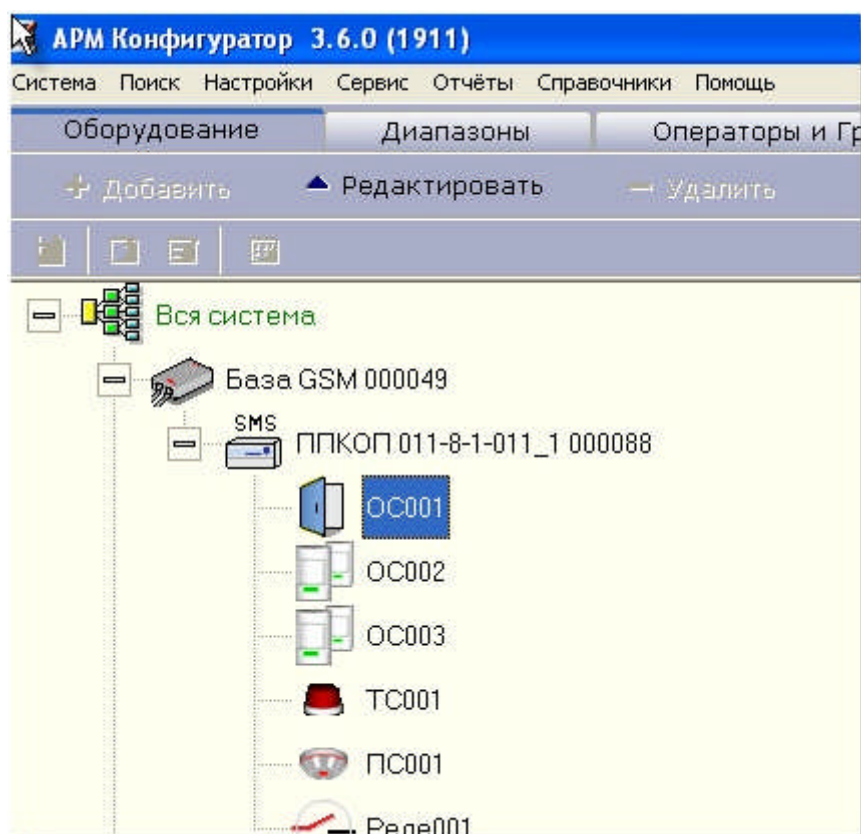

Рис. 14 Добавление приборов серии ППКОП-011 в АРМ Конфигураторе.
- 2) Описать прибор ППКОП-011 по следующей схеме: Вся система → База GSM → ППКОП 011-1 (ППКОП 011-01/ ППКОП 011-1 концентратор) (см. Рис. 14).